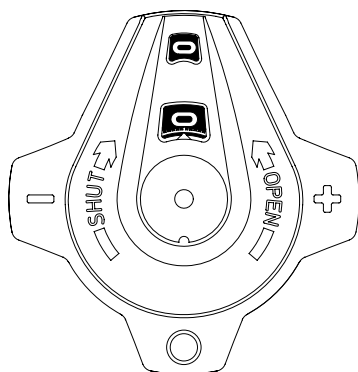

Fig. 2
2. Ventilen åbnes 2,3 omdrejninger (Fig. 2)
Hvis man skal kontrollere forindstillingen, lukker man ventilen, og indikeringen skal da stå på 0,0 (Fig. 1). Derefter åbnes ventilen indtil stop. Talskalaen angiver da forindstillingsværdien, i dette tilfælde 2,3 (Fig. 2). Hvis håndhjulet kan drejes, så tallene viser 4,0, er ventilen ikke forindstillet (Fig. 3). Til vejledning for bestemmelse af korrekt ventildimension og forindstilling (trykfald) findes der diagram som for hver ventilstørrelse viser trykfaldet ved forskellige indstillinger og vandstrømme.